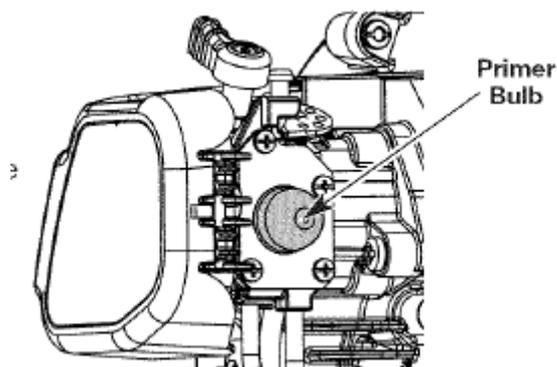

Рис. 7
3. Полностью выжмите и отпустите кнопку подкачки топлива 10 раз. В кнопку должно попасть некоторое количество топлива (Рис. 7). Если видимых признаков появления топлива кнопке не наблюдается, выжмите ее еще несколько раз до появления топлива в кнопке.